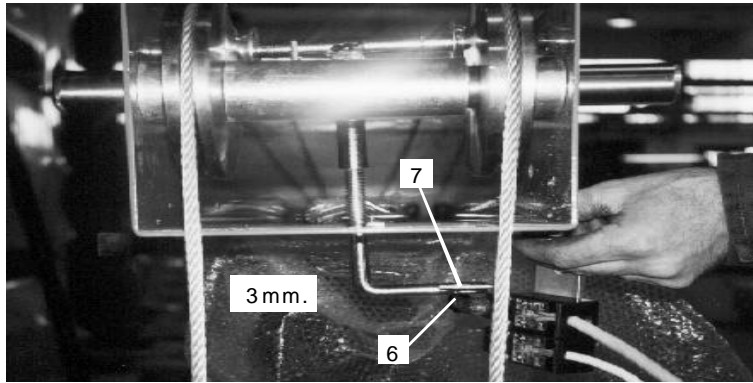

Fig. 43c
3- Orienta re la te sti na del mi cro in ter rut to re di si cu rezza (6) fi no a che fra que sta e il pia tti no (7) di azio na men to del sen so re vi sia una di stan za mi ni ma di 3 mm. (Fig. 43c).
3- Po si tion the sa fe ty mi cro switch head (6) un til that bet we en this and the atar ting sen sor pla te (7) the re is a mi ni mum di stan ce of 3 mm. (Fig. 43c).